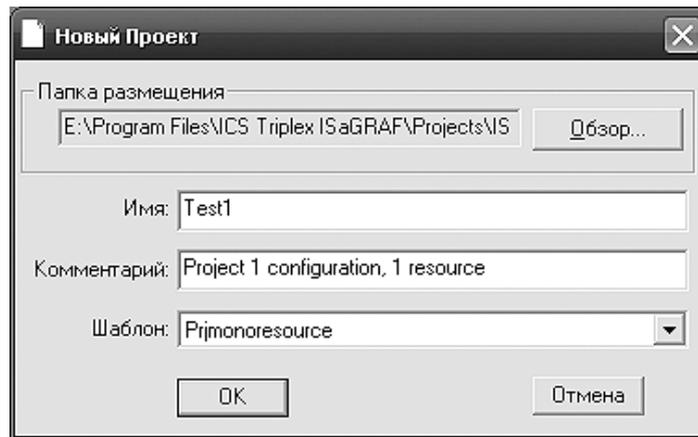

Рисунок 1.1 – Форма создания нового проекта
1.1 Запустите на выполнение среду разработки прикладных проектов ISaGRAF Workbench. Выберите шаблон и создайте новый проект (см. рисунок 1.1).